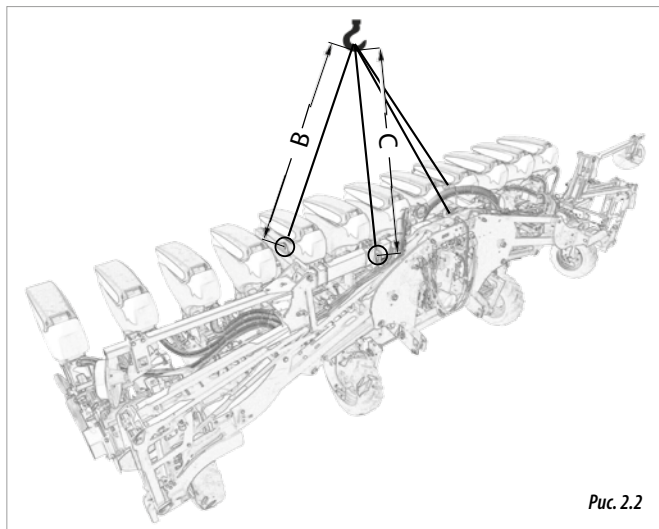

Рис. 2.2
- Для сеялок на базе **СКЛАДЫВАЮЩЕЙСЯ** рамы (рис. 2.2) ПОГРУЗКА И РАЗГРУЗКА должна производиться строповкой за 4 отверстия:
- за 2 **ОСНОВНЫХ** строповочных отверстия на РАМЕ (В, рис. 2.2).
- за 2 **ДОПОЛНИТЕЛЬНЫХ** строповочных отверстия на опорных стойках (С, рис. 2.2).
ВНИМАНИЕ: СОБЛЮДАЙТЕ БЕЗОПАСНУЮ ДЛИНУ СТРОП: **В** и **С** (2 МЕТРА) ДЛЯ ПРЕДОТВРАЩЕНИЯ ПОВРЕЖДЕНИЯ СЕЯЛКИ ПРИ ПОДЪЕМЕ (рис. 2.2).